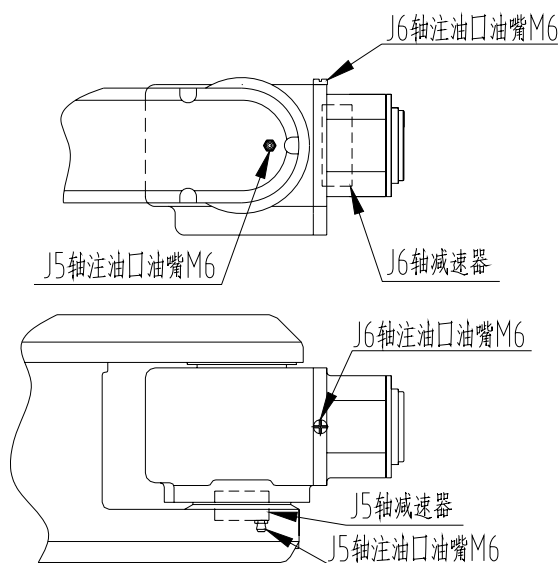

图 16 J5、J6 轴减速机局部结构
- 3、用油枪从注油口分别为 J5、J6 轴注入润滑脂（参考图 16 J5、J6 轴减速机局部结构）；